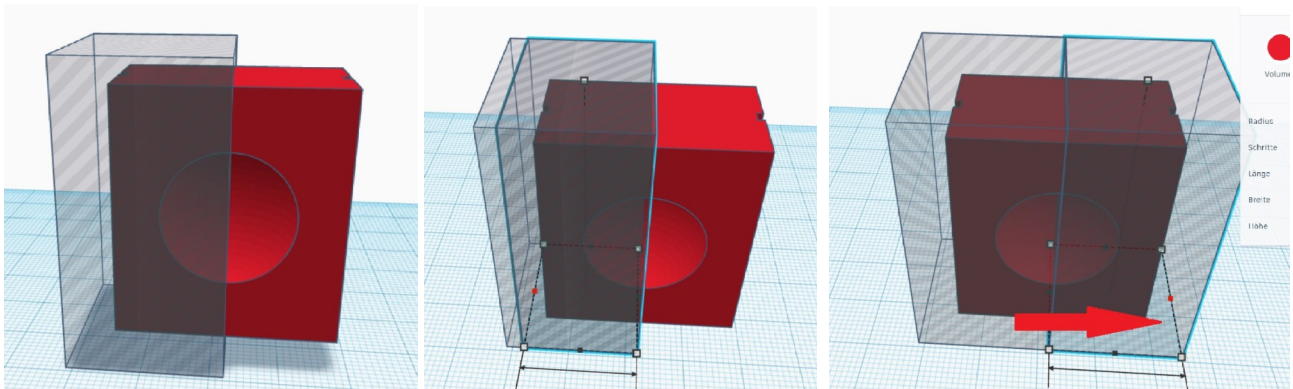

Abb. 10, 11 und 12: Das Platzieren der beiden Bohrungen
10. Da es keine Funktion zum Teilen von Objekten gibt, muss dies mit den gegebenen Funktionen umgangen werden. Dazu wird der Quader zunächst dupliziert. Das Duplikat wird nicht bewegt. Danach wird ein größerer Quader als Bohrung eingestellt und mit einer Seite genau mittig in der „Gelenkpfanne“ des Quaders platziert. (Abb. 10). Optional kann auf der Rückseite ein weiterer Zylinder mittig platziert werden (vgl. Schritte 3-7).